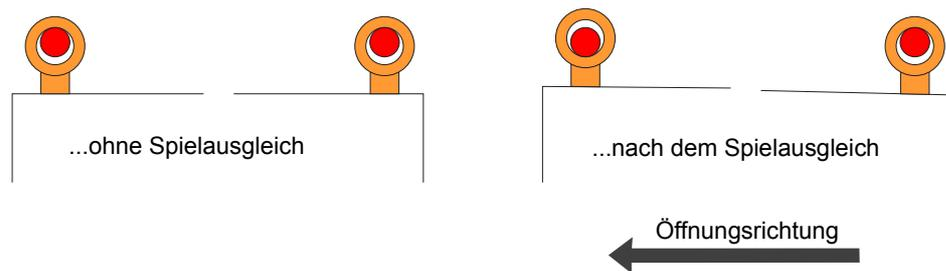

Abb. 25
* Spiel zwischen der Augen- und der Linsen- bzw. Senkkopfschraube, siehe Abb. 25.